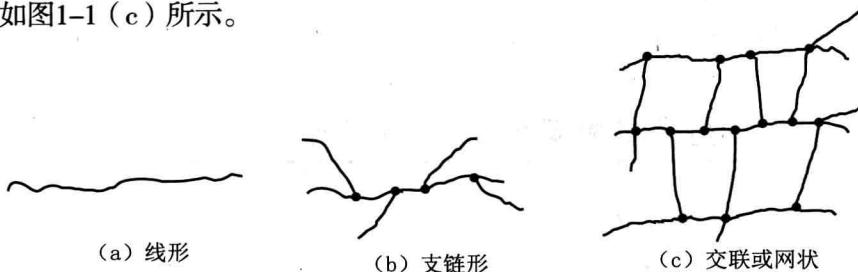

图1-1 依分子链结构分类的高分子
- (1) 线形 (linear)，如图1-1 (a) 所示。
- (2) 支链形 (branch)，如图1-1 (b) 所示。
- (3) 交联或网状 (crosslinking or network)，所有的链以三维空间的方式结合，如图1-1 (c) 所示。